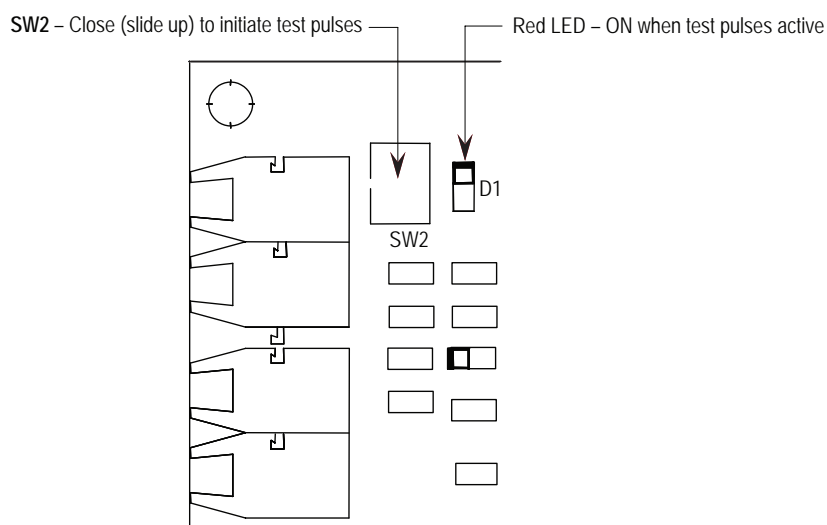

Рисунок 2.3 – Интерфейс PCB
14. Размещение гибкого шнура интерфейса платы SMC в управляющем LV. Эта плата имеет встроенный модуль управления. Переключатель, помеченный SW2, размещён в верхнем левом углу платы. Запускается переключатель сдвиганием рычага вверх (см. рисунок 2.3). При этом запустится генератор импульсов, производящий сигналы, имитирующие стробы, проходящие через оптоволоконные кабели к плате управления затворами. Красный индикатор, расположенный рядом с переключателем, и три жёлтых индикатора в левой части интерфейсной платы должны светиться. (Примечание: свечение индикаторов может казаться тусклым при ярком окружающем освещении.)